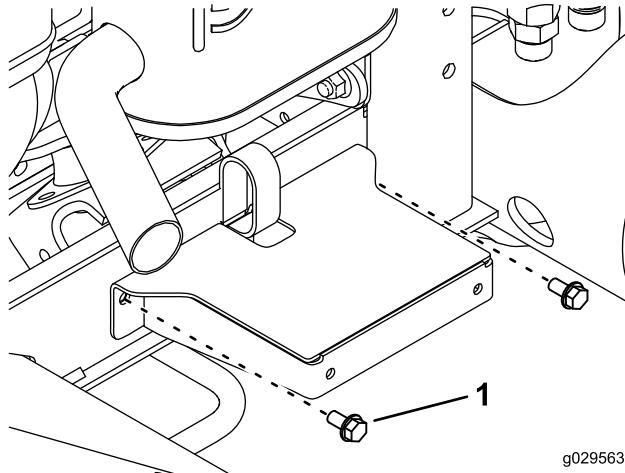

Figura 21
12. Servendovi dei fori appena praticati assicurate il supporto del parafango al telaio con 2 viti autofilettanti (5/16" x $\frac{5}{8}$ "), come illustrato nella Figura 21.